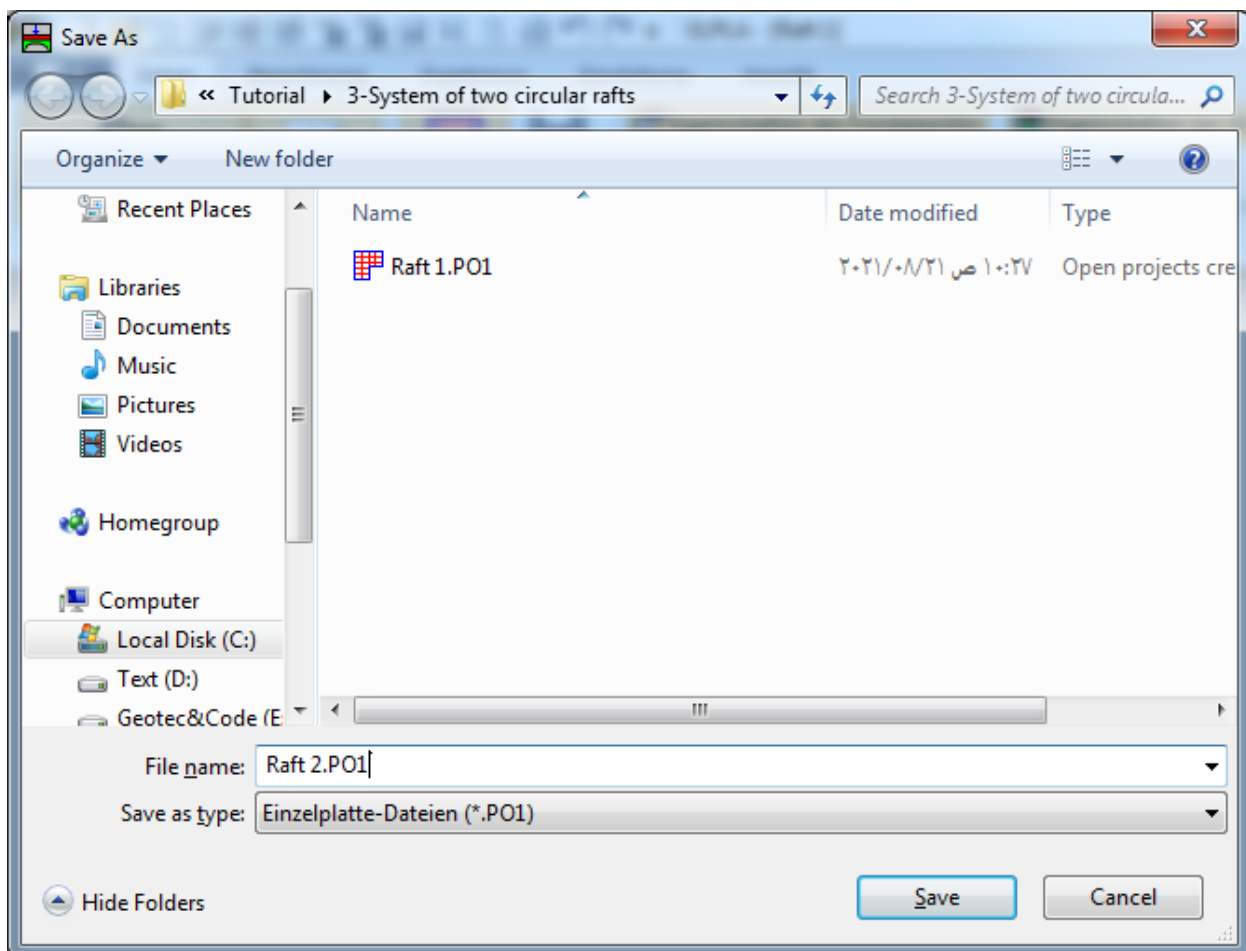

Bild 3.27 Dialogfeld "Speichern unter"
- Wählen Sie "Projekt speichern unter" aus dem "Datei"-Menü. Das folgende Dialogfeld "Speichern unter" im Bild 3.27 erscheint